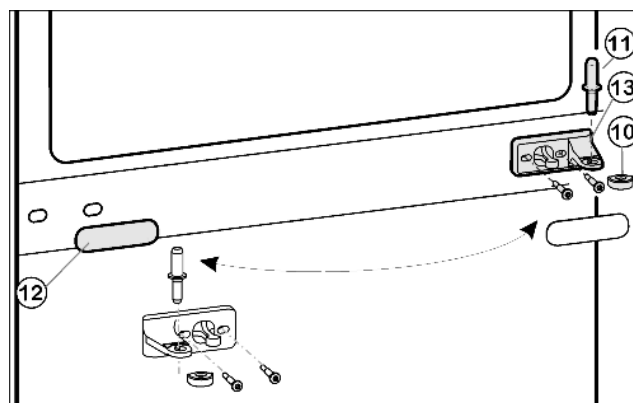
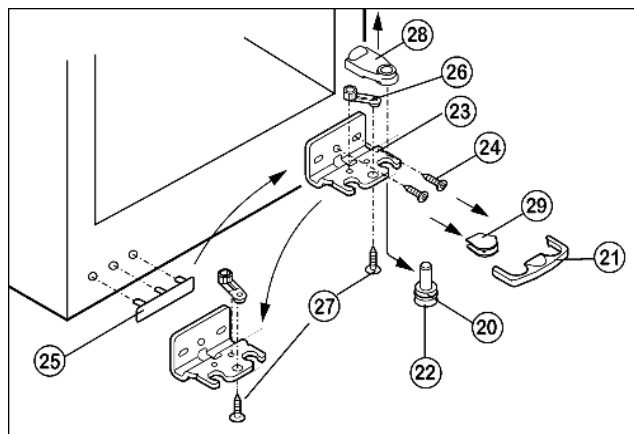

Fig. 5
Fig. 6
- ▶ Пластмассовый колпачок Fig. 5 (10) снимите.
- ▶ Вытащите из опорного кронштейна и нижней дверцы средний опорный палец Fig. 5 (11).
- ▶ Осторожно снимите накладку Fig. 5 (12).
- ▶ Открутите средний опорный кронштейн Fig. 5 (13) и переставьте его с поворотом на 180° на новую сторону шарнира.
- ▶ Снова защелкните накладку Fig. 5 (12) на стороне, где теперь будет ручка.
- ▶ Нижнюю крышку Fig. 6 (21) снимите движением вперед.
- ▶ Нижнюю крышку Fig. 6 (29) снимите.*
- ▶ Снимите крышку Fig. 6 (28) вверх.*
- ▶ Полностью вверните регулируемую опору Fig. 6 (22).
- ▶ Вытяните опорный палец Fig. 6 (22) вниз и вперед. При этом следите за гнездом шарнира Fig. 6 (20).
- ▶ Открутите опорный кронштейн Fig. 6 (23) (2 шт. Torx 25) Fig. 6 (24).
- ▶ Открутите опорную деталь Fig. 6 (26) (1 Torx 25) Fig. 6 (27) и, переставив в отверстие на противоположной стороне опорного кронштейна, снова прикрутите.
- ▶ Осторожно приподнимите и переставьте крышку Fig. 6 (25) со стороны ручки.
- ▶ Снова прикрутите опорный кронштейн Fig. 6 (23) на новой стороне шарнира, при необходимости с помощью аккумуляторного шуруповерта через внешний продольный паз и круглое отверстие.
- ▶ Снова слегка наклоните устройство назад и переставьте опорный палец Fig. 6 (22).
- ▶ Установите нижнюю дверцу сверху на нижний опорный палец Fig. 6 (22).
- ▶ Снова наденьте пластмассовый колпачок Fig. 5 (10) с поворотом на 180° на средний опорный кронштейн Fig. 5 (13).
- ▶ Вставьте средний опорный палец Fig. 5 (11) на новой стороне шарнира через средний опорный кронштейн Fig. 5 (13) в нижнюю дверцу.
- ▶ Установите верхнюю дверцу на средний опорный палец Fig. 5 (11).
- ▶ При необходимости выравнивайте дверцы через два продольных паза в нижнем опорном кронштейне Fig. 6 (23) и среднем опорном кронштейне Fig. 5 (13) параллельно корпусу устройства, затем затяните винты.
- ▶ Снова защелкните крышку Fig. 6 (21) на опорной подставке снизу.